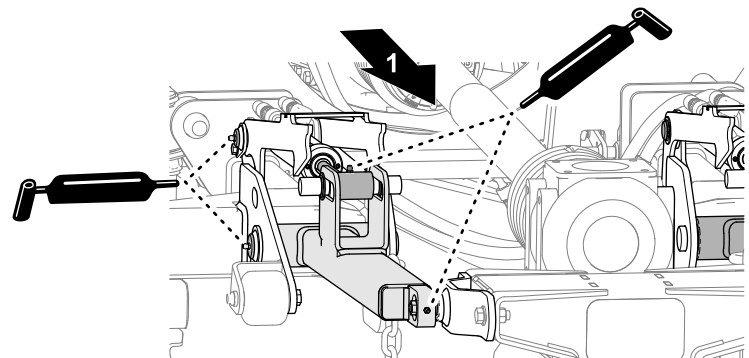

**Figura 46**
- Aplique o lubrificante especificado nos braços de elevação, nos cilindros hidráulicos e nos amortecedores de impacto nas plataformas do cortador esquerda e direita (Figura 46).